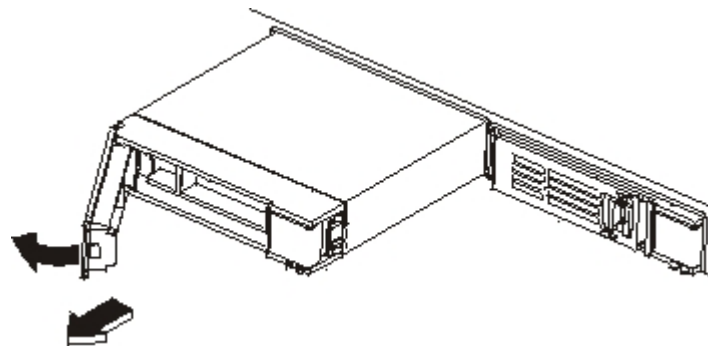

Abbildung 26. Festplattenlaufwerkmodul entfernen
3. Drücken Sie auf den blauen Knopf. Der Hebel öffnet sich. In Abb. 26 werden die folgenden Schritte dargestellt.